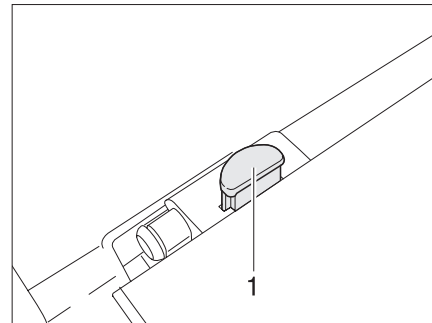

Bild 41 Låsanordning bordsskiva
- ▶ Tryck på bordskivans låsknapp på låset (Bild 41,1).